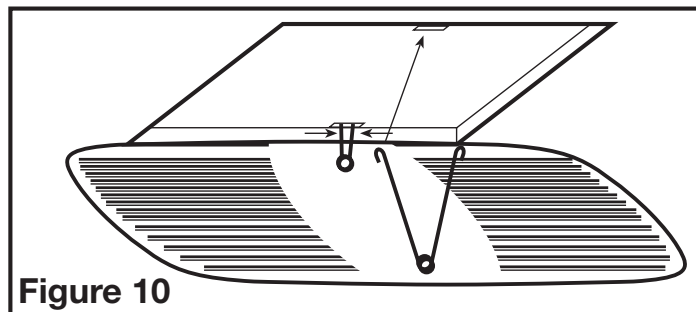

Figure 10
4. Installer la grille en pressant ensemble les deux extrémités des ressorts et en les installant dans les fentes du châssis du ventilateur. Pousser la grille en position (Figure 10).